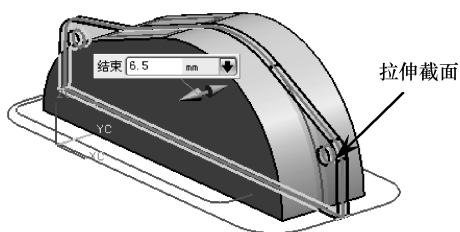

图 4-77 创建带孔的拉伸特征
- 04 使用【拉伸】工具，选择如图 4-77 所示的截面，创建出对称值为 6.5 的带孔拉伸实体特征。